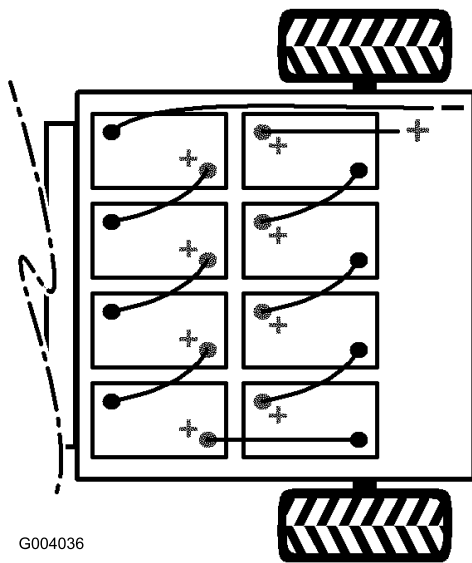

図 6
- バッテリーを取り付ける図 6。
注 バッテリーを新しく積み込む場合には、極性に十分注意してください図 6。
6. 付属部品に入っているバッテリーケーブルで、バッテリーを相互に接続する図 6。
7. 新しいボルト 5/16 x 3/4 インチとフランジナット 5/16 インチを取りつけ、ボルトを締め付けて、クリップの反対側を固定する図 6。
8. 長い、プラスのメインケーブル赤で、バッテリーを車両に接続する図 6。
9. 長い、マイナスのメインケーブル黒で、バッテリーを車両に接続する図 6。